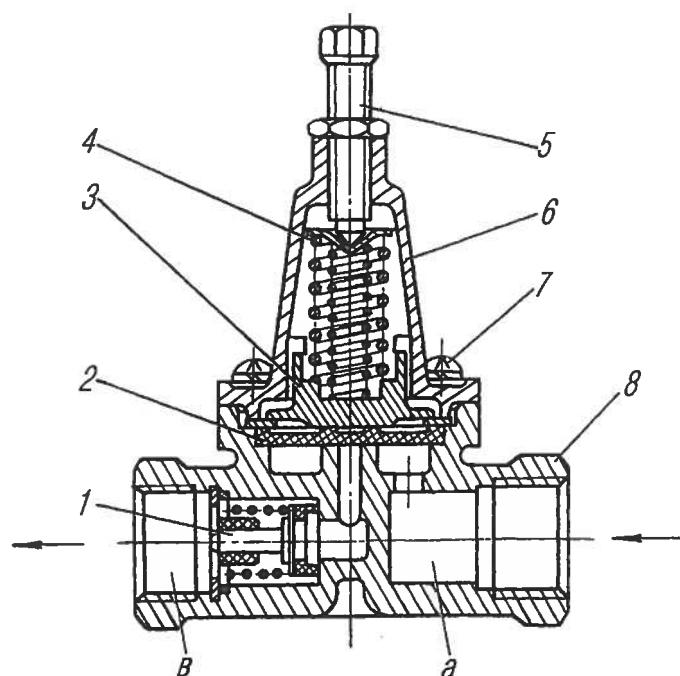

Рис. 69. Клапан защитный одинарный:
**Одинарный защитный клапан** (рис. 69) предназначен для предохранения тормозной системы автомобиля от потери сжатого воздуха при питании контура тормозов прицепа. Клапан устанавливается в пневмосистему согласно стрелке, нанесенной на крышке 6 клапана и указывающей направление перепуска воздуха.